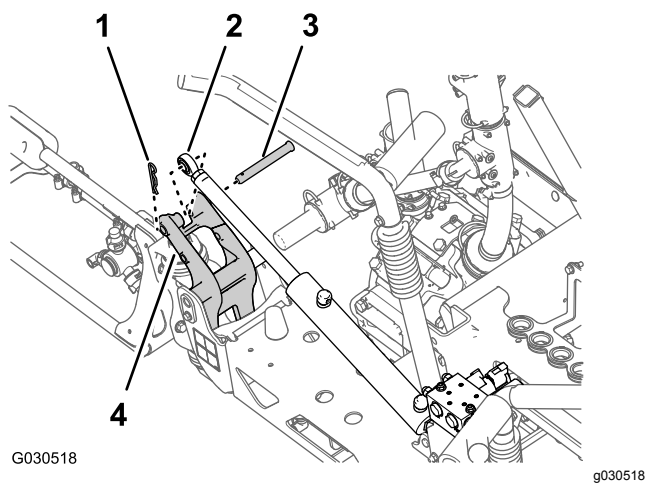

Figura 40
2. Retire o perno de gancho e o passador de forquilha que prendem a extremidade da barra do cilindro de elevação ao suporte da articulação (Figura 40).